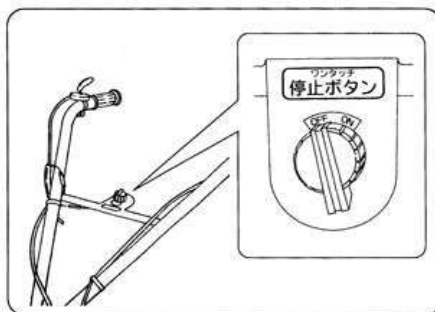

図14
- ③ 停止スイッチを「OFF」位置にしてください。エンジンが停止します。(図14)